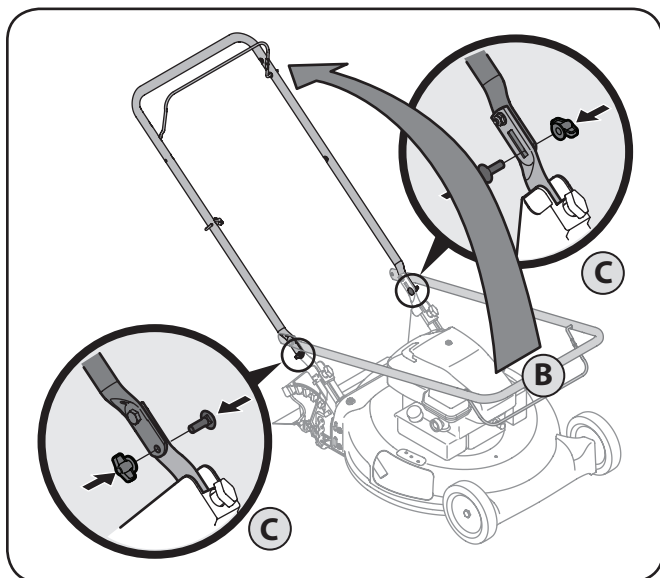

Figure 3-2
- b. Si bien la estabilización de cortacésped por lo que no se mueve, pivote asa superior como se muestra en Figure 3-2. No engarzado cable mientras levanta la palanca hacia arriba.
- c. Vuelva a colocar tuercas y pernos de transporte retirarse antes en una reducción de los agujeros de la manija como se muestra en Figure 3-2.